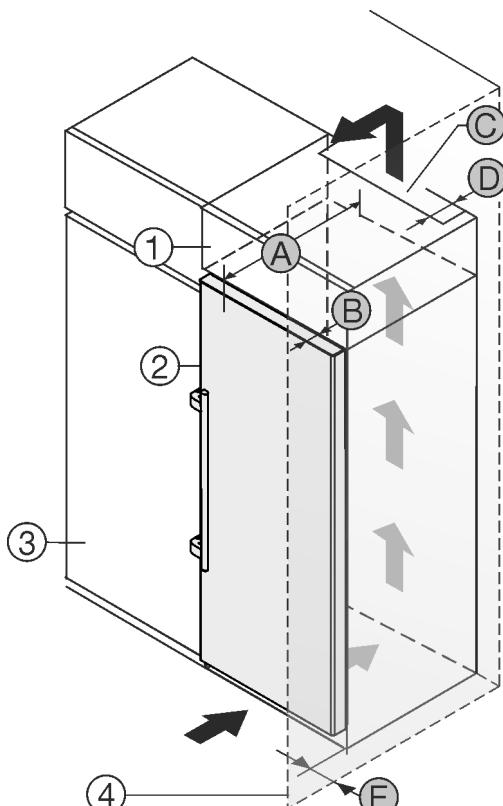

Fig. 2
- (A) Enhetsdybde \*
Du kan plassere apparatet rett ved siden av kjøkkeneskapet Fig. 2 (3).\*
På baksiden av skapmodulen over enheten må det installeres en ventilasjonskanal med dybden Fig. 2 (D) over hele skapmodulens bredde.\*
Ventilasjonstverrsnittet Fig. 2 (C) under taket i rommet må overholdes.\*
Hvis apparatet plasseres med hengslene mot en vegg Fig. 2 (4), må avstanden mellom apparatet og veggen være minst 57 mm . Dette tilsvarer hvor mye håndtaket stikker ut når døren er åpen.\*
For at du skal kunne åpne døren helt, må apparatet rage dørddybden Fig. 2 (B) lenger ut enn fronten på kjøkkeneskapene. Avhengig av kjøkkeneskapenes Fig. 2 (3) dybde og bruk av veggavstandsstykker kan enheten rage enda lengre ut.\*